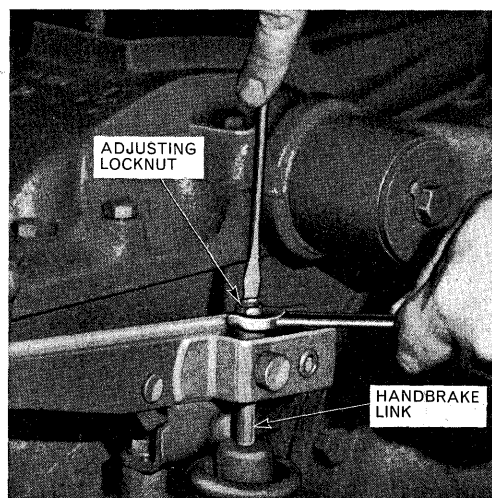

Fig. 33.
3. Derpå drejes møtrikken med nøglen 2 omgange i modsat retning, for at få frigang - se fig. 33.